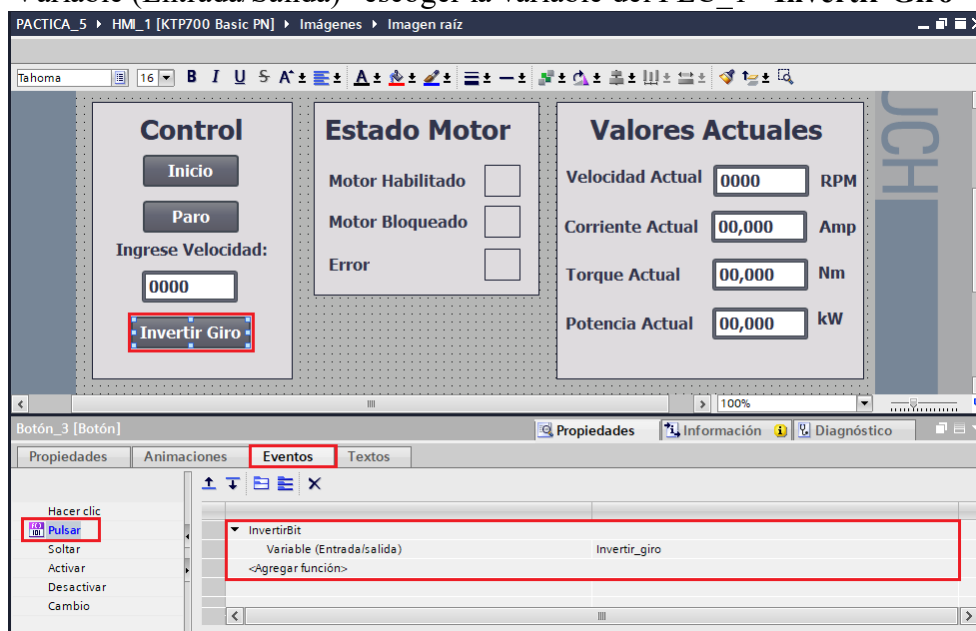

Figura 35: Configuración botón Invertir Giro.
- En “Variable (Entrada/Salida)” escoger la variable del PLC_1 “Invertir Giro” (ver Figura 35).